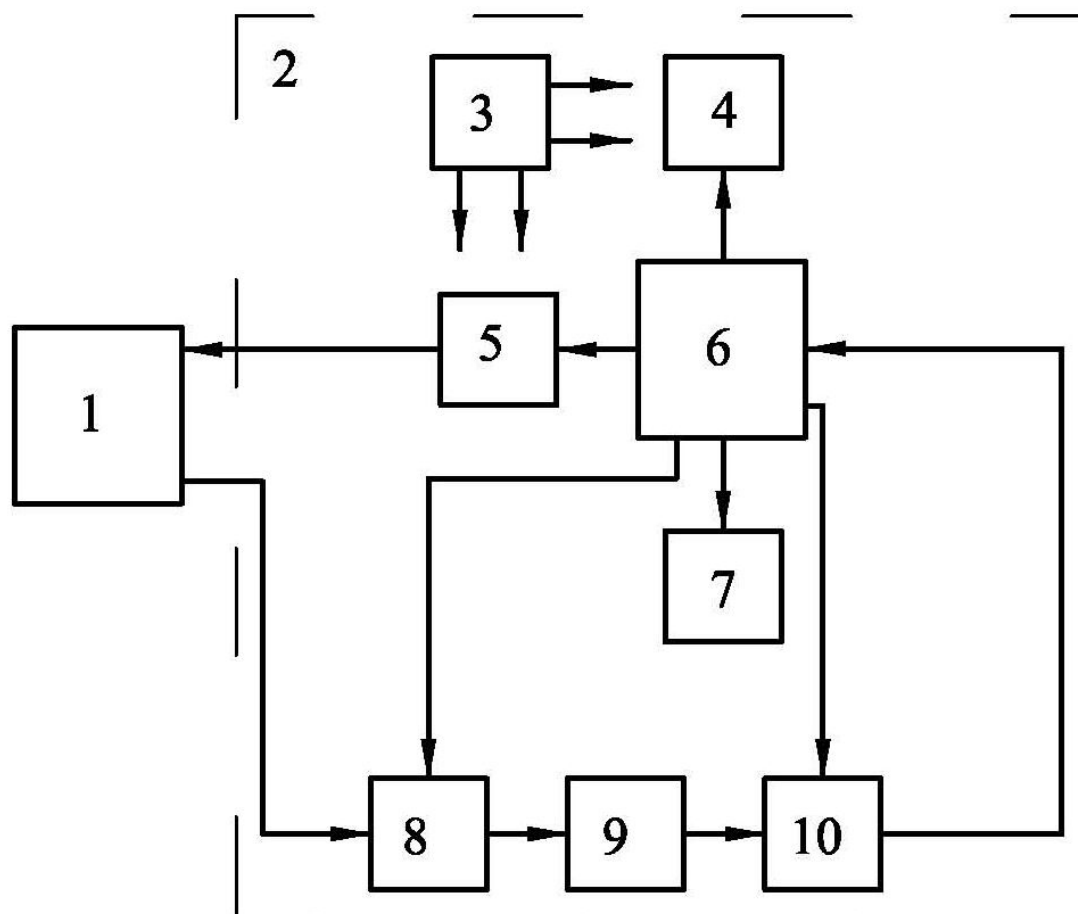

Рис. 4.2.1. Структурная схема дефектоскопа
4.2.1. Дефектоскоп состоит из электронного блока и 3-х преобразователей - ПС-101 ПИ-101 и ПИ-201. Структурная схема, поясняющая работу дефектоскопа, приведена на рис.4.2.1.